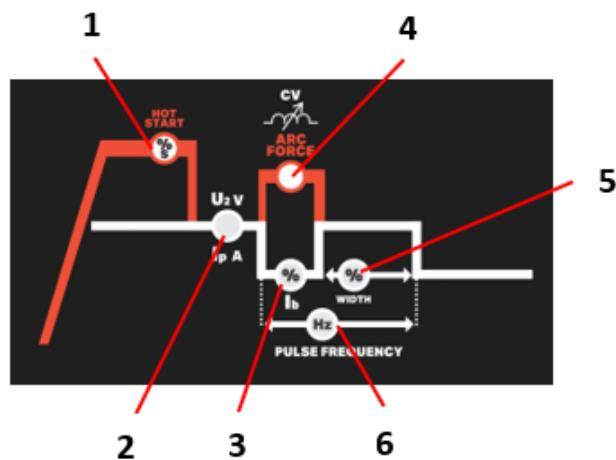

Fig. 1 – Parámetros MMA
Para DC 164 e DC 204 (Ver los Artículos de la Fig. 1 A)
Para DC 224(Ver los Artículos de la Fig. 1 B)
- Ajustar el valor de la corriente al diámetro del electrodo (Fig.1 - 2), según la siguiente tabla, para ajustar las máquinas según el electrodo a utilizar e iniciar la soldadura.